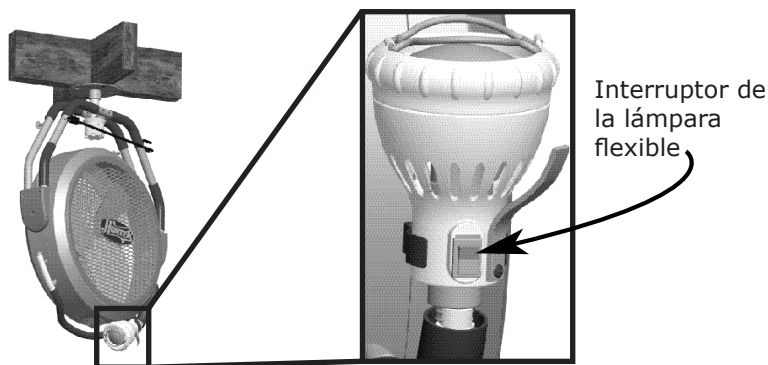

Figura 5
9. PARA MODELOS CON LÁMPARA DE BRAZO FLEXIBLE - Ubique la lámpara flexible para iluminar su área de trabajo. Use el interruptor de la lámpara flexible para encender y apagar la lámpara. Vea la Figura 5.
6. PARA MODELOS CON LÁMPARA DE BRAZO FLEXIBLE - Ubique la lámpara flexible para iluminar su área de trabajo. Use el interruptor de la lámpara flexible para encender y apagar la lámpara. Vea la Figura 5.